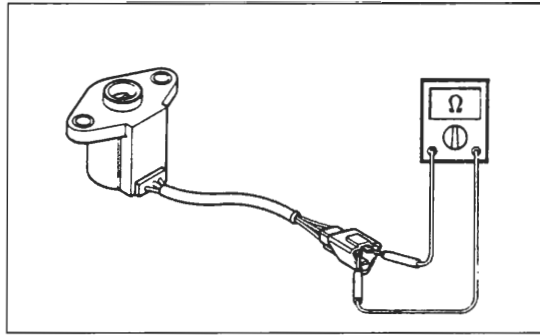

Bild 80
- Mit Taschenprüfer Widerstand zwischen Steckerklemmen Schwarz und Schwarz/Rot messen (Bild 80); Standardwert 4 – 6 kΩ.